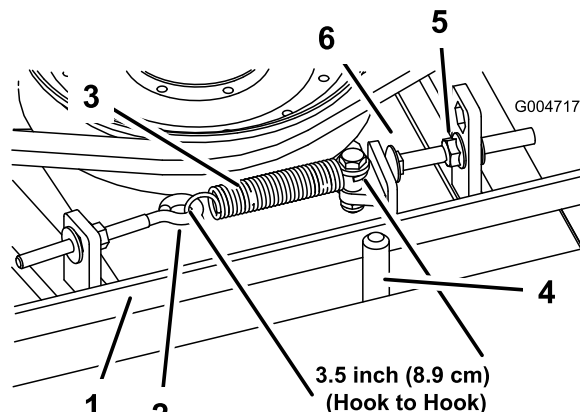

Figura 65
tonda) fino ad ottenere un gioco di 3 mm + 1,5/-0 mm tra la testa del bullone ed il braccio di rinvio (Figura 65).
Nota: Verificate che la cinghia si trovi dal lato molla del guidacinghia (Figura 65).
2. Allentate il bullone ad occhio per consentire la rimozione della molla di prolunga (Figura 65).
3. Allentate il dado flangiato che fissa il bullone di arresto alla linguetta di montaggio. Allentate il dado quanto basta per consentire al braccio di rinvio di oltrepassare il bullone di arresto (Figura 65). Allontanate la puleggia tendicinghia dalla cinghia in modo da allentare la tensione della cinghia.
8. Ricollegate la molla di prolunga (Figura 65) al bullone ad occhio e tendete la cinghia come segue: